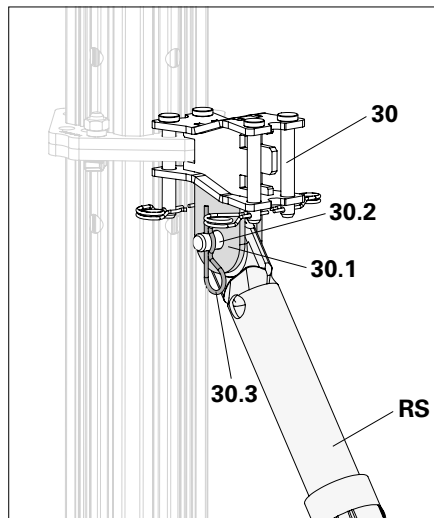

Fig. A8.01
- Connecter l'étau tirant-poussant (RS) et les cosses de connexion (**30.1**) avec des boulons (**30.2**) et des goupilles de sécurité (**30.3**). (Fig. A8.01)